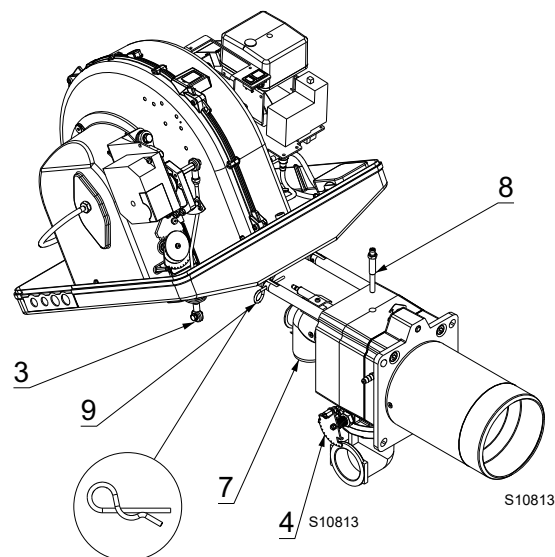

Fig. 35
- Tirar o passador 9)(Fig. 35) e empurrar o queimador até que esteja a uns 100 mm do suporte do queimador.
- Voltar a colocar o parafuso 5) e o passador 9)(Fig. 35) e, com cuidado, puxar os dois cabos da sonda e do eletrodo para fora, até que fiquem sujeitos a uma ligeira tensão.
- Voltar a enganchar a rótula 3) no sector graduado 4)(Fig. 35).